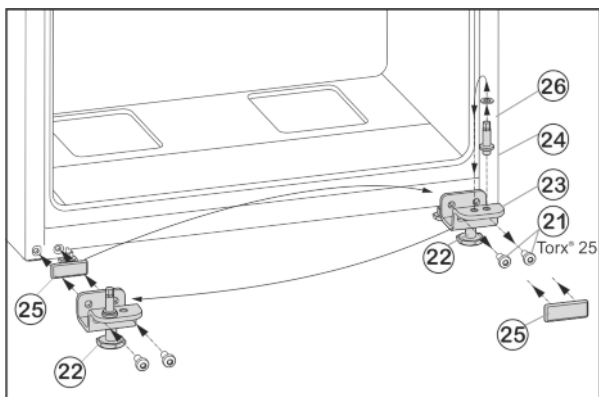

Fig. 7
- ▶ Odkręcić śruby mocujące *Fig. 7 (21)*.
- ▶ Usunąć dolną płytkę zawiasu *Fig. 7 (23)*, wraz z trzpieniem zawiasu *Fig. 7 (24)*, podkładką *Fig. 7 (26)* i nóżką *Fig. 7 (22)*.
- ▶ Odkręcić cały trzpień zawiasu *Fig. 7 (24)* z podkładką *Fig. 7 (26)*, przełożyć do przeciwległego otworu mocującego płytki zawiasu i tam dokręcić.
- ▶ Ostrożnie zdjąć płytkę osłaniającą *Fig. 7 (25)* i przełożyć na przeciwną stronę.
- ▶ Całą dolną płytkę zawiasu *Fig. 7 (23)* wraz z trzpieniem zawiasu *Fig. 7 (24)*, podkładką *Fig. 7 (26)* i nóżką *Fig. 7 (22)* ponownie przykręcić po nowej stronie zawiasu, ew. przy użyciu wkrętarki akumulatorowej (z siłą 4 Nm).
- ▶ Założyć drzwi od góry na trzpień zawiasu *Fig. 7 (24)*.
- ▶ Wykręcić nóżkę *Fig. 7 (22)* przy dolnej płytce zawiasu *Fig. 7 (23)*, aż będzie przylegać do podłoża.